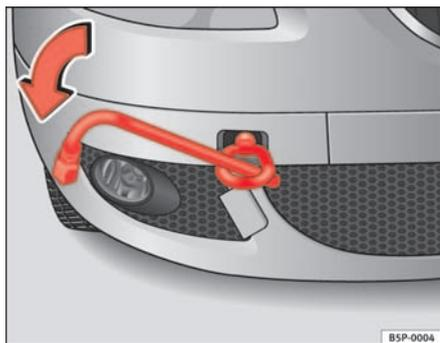

Fig. 194 Face avant, côté droit :
- Vissez l'œillet de remorquage dans le taraudage en le tournant dans le sens de la flèche vers la *gauche* jusqu'en butée à l'avant ⇒ fig. 194 ou à l'arrière ⇒ fig. 195.